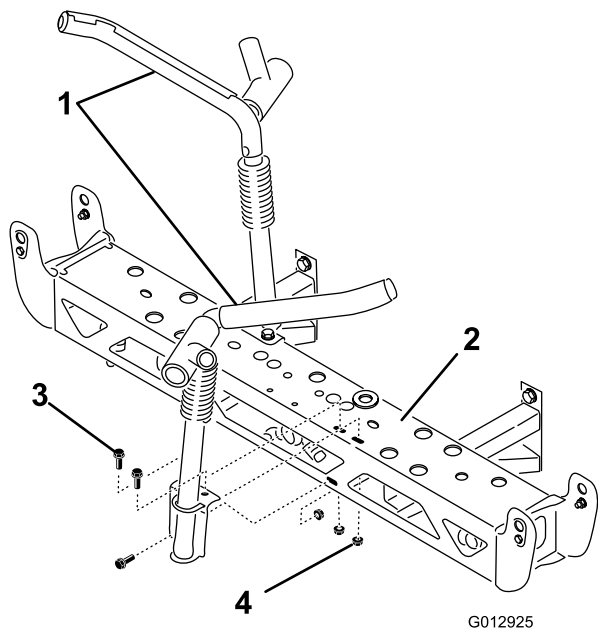

Figura 28
2. Instale los soportes de transporte de los brazos en el brazo central usando 6 pernos (3/8 x 1-1/4 pulgada) y 6 contratuercas (3/8 pulgada). Oriéntelos según se muestra en Figura 28.